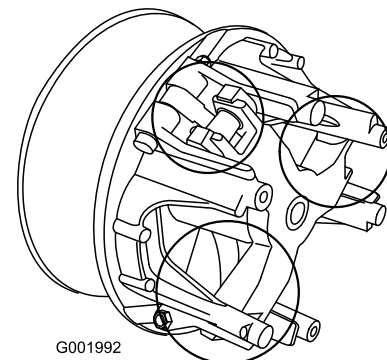

図 55
5. 図 55 にで○で囲んで表示している部分の可動部に Toro のドライ潤滑剤 (Toro 代理店にて購入可能) をスプレーする。